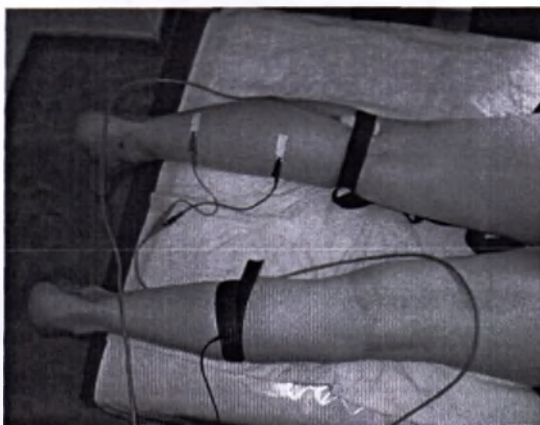

Рис. 152. Положение пациента и расположение электродов (медиальная головка *m. Gastrocnemius*)
1. Регистрация Н-рефлекса осуществляется с задней группы мышц голени — *m. Gastrocnemius* или *m. Soleus*. Для регистрации Н-рефлекса уложите пациента на кушетку на живот таким образом, чтобы его стопы свободно свисали с края кушетки. Наложите отводящие электроды на тестовую мышцу (рис. 152).